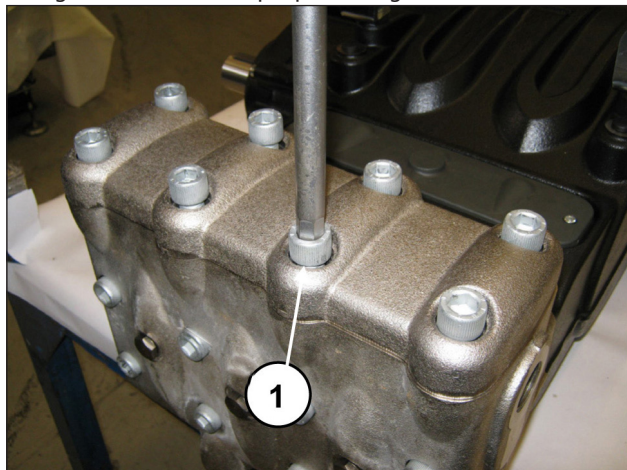
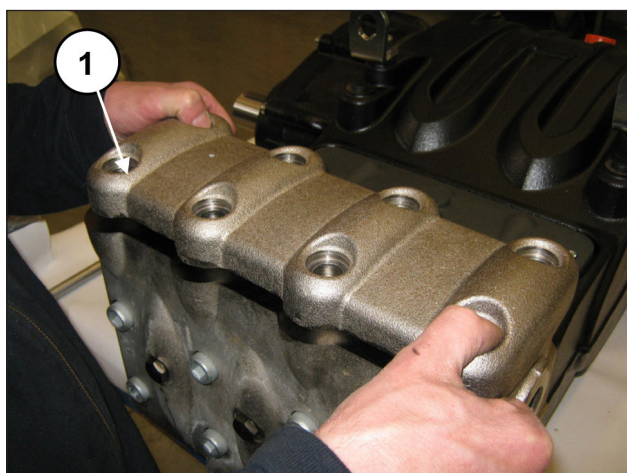

Fig. 100
Fig. 101
Desaperte os 8 parafusos M16x55 da tampa das válvulas (pos. ①, Fig. 100) e retire a tampa (pos. ①, Fig. 101).